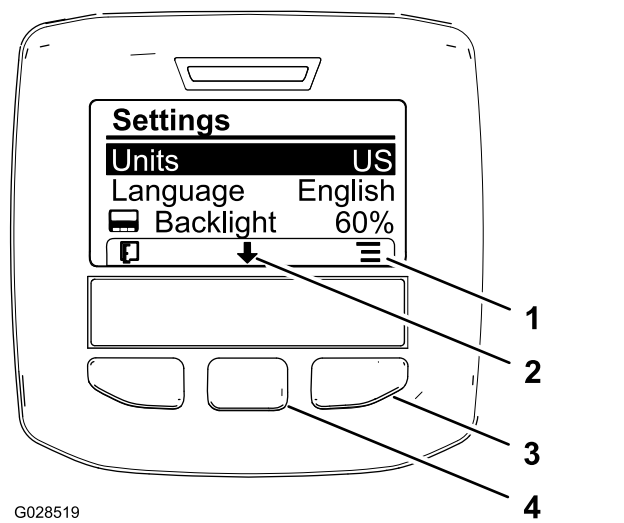

Bild 62
2. Drücken Sie zum Ändern der Maßeinheit die rechte Auswahl taste, um die aufgeführte Maßeinheit zu ändern (Bild 62).
3. Drücken Sie die mittlere Auswahl taste (die Taste unter dem nach unten zeigenden Symbol auf dem Display), um die für das Display verwendete Sprache zu ändern, und die ausgewählte Option auf „Sprache“ zu verschieben (Bild 62).
4. Wenn Sie die rechte Auswahl taste (die Taste unter dem Listensymbol auf dem Display) drücken, wird die aufgeführte Sprache, die für das Display verwendet wird, markiert (Bild 62).
6. Drücken Sie die linke Auswahl taste, um den Homebildschirm anzuzeigen (Bild 62).